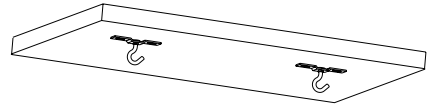

Abbildung 11
2. Für die Montage an einer massiven Stein-/ Betondecke verwenden Sie bitte die Schwerlastdübel (j) oder Kunststoff-Dübel (h). Ermitteln Sie die geeignete Position zur Montage der Hakendübel € bzw. Deckenhakenplatte (f). Zeichnen Sie eine gerade Linie um die beiden Haken in gleicher Flucht zueinander zu installieren. (siehe **Abb. 11**)